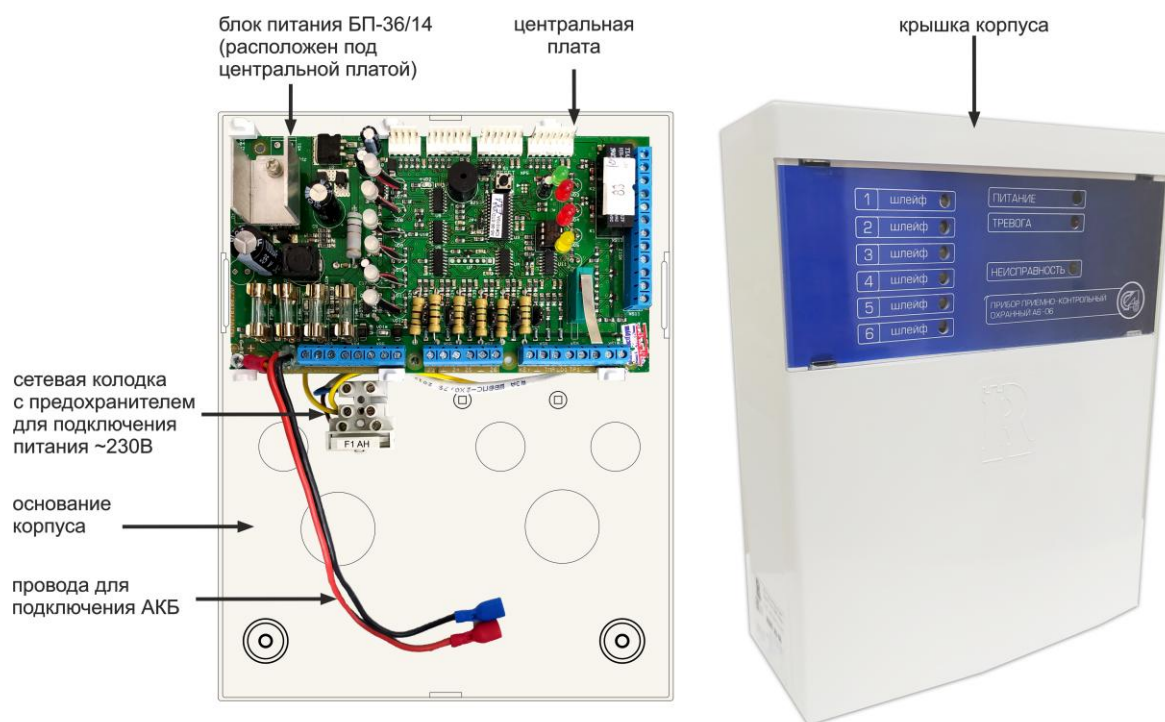

Рис. 1. Внешний вид и конструктивные элементы ППКО А6-06
***Примечание.** Информация о конструктивном исполнении ППКО отражена на этикетке, расположенной на боковой стороне основания корпуса ППКО (см. рисунок 1), а также в паспорте на ППКО и на упаковке.*
Конструктивно ППКО состоит из (см. рисунок 1):
Сетевое питание и защитное заземление подключаются к клеммам сетевой колодки с предохранителем, установленной на основании корпуса прибора (см. рисунок 1) и обозначенной знаком « ». При этом провод, подводящий фазу сети переменного тока, подключается к клемме «», провод подводящий ноль – к клемме «», защитное заземление – к клемме «».
Светодиодная индикация предназначена для отображения информации о состоянии ППКО и ШС на лицевой панели крышки ППКО (см. рисунок 1).